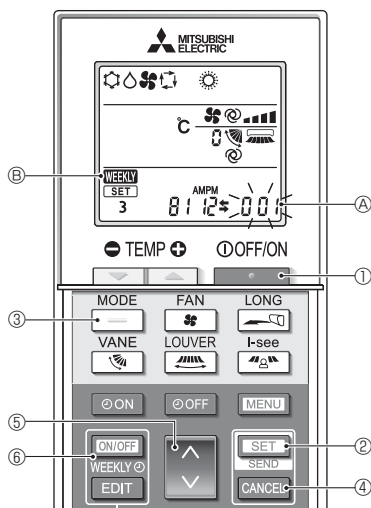

Fig. 4-12
4.12.8. Отключение автоматического режима (Fig. 4-12)
1. Нажмите кнопку **FUNCTION** ①, чтобы остановить работу кондиционера воздуха.
- Если недельный таймер активирован, нажмите кнопку **ON/OFF WEEKLY** ⑥ для отключения таймера (**WEEKLY** ⑥ исчезнет.)
2. Нажмите и удерживайте в течение 5 секунд кнопку **SET** ③.
- Прибор войдет в режим настройки функции. (Будет мигать групповой номер настройки модели ④.)
3. Нажмите кнопку **DOWN** ④.
4. Завершение настроек (Fig. 4-12)